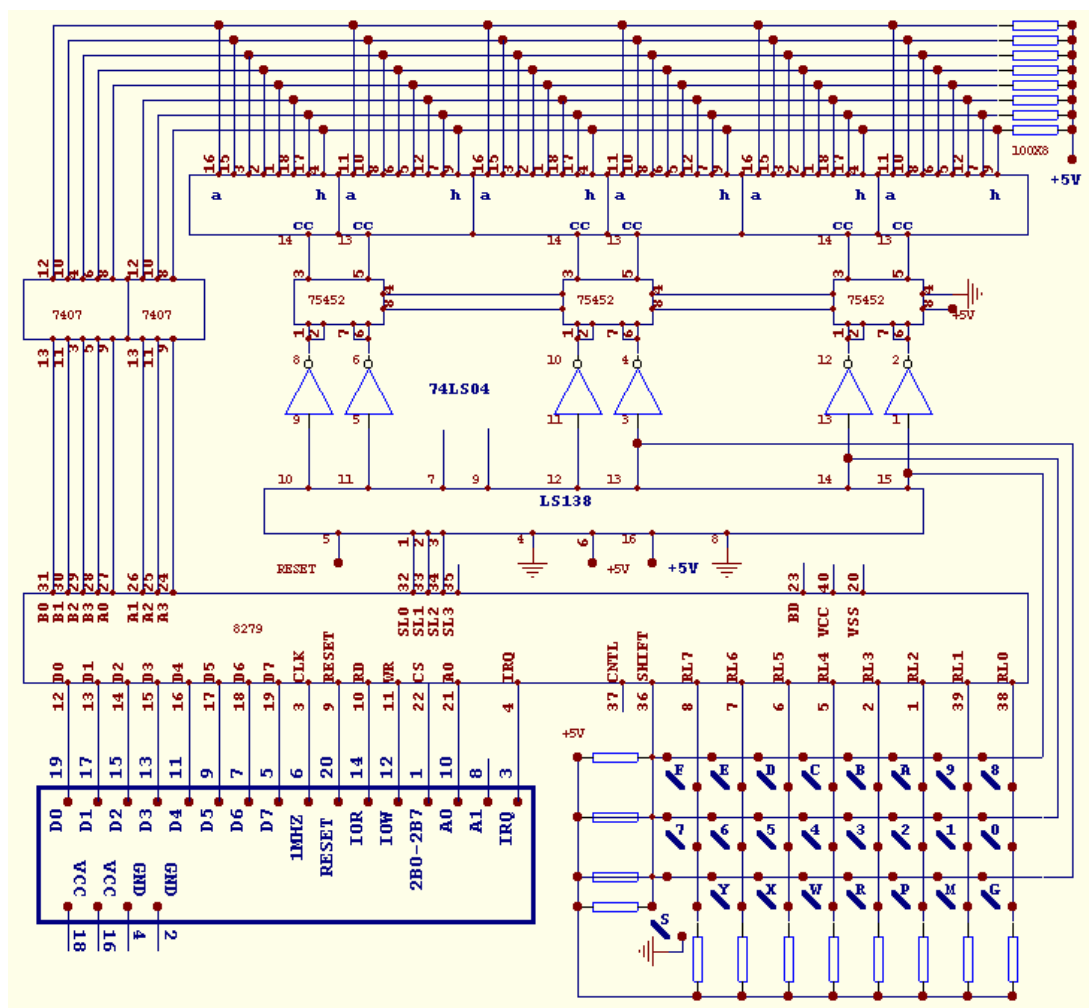

图20-1
1、本实验的实验电路如图20-1，它做在一块扩展电路板上，用一根20芯扁平电缆与实验台上扩展插头J7相连。